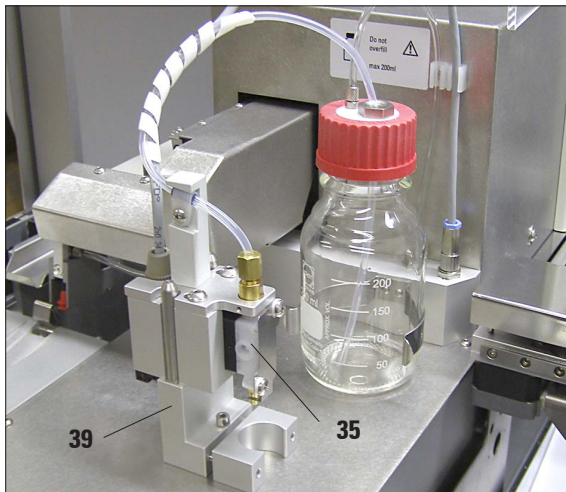
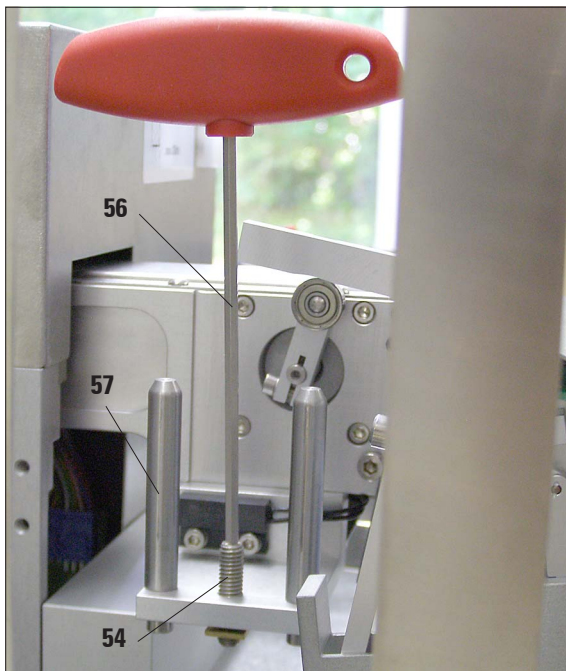

Fig. 15
Fig. 16
- Rimuovere l'erogatore (35) dal supporto (57, Fig. 16) e portarlo in posizione di parcheggio (= posizione di preparazione) (39), come mostrato in Fig. 15.
- La vite ad esagono incassato (54, Fig. 16) stabilisce la distanza tra ugello e vetrino portaoggetto e può essere regolata con una chiave Allen SW 3. Ruotando in senso orario si riduce la distanza, viceversa ruotando in senso antiorario la distanza aumenta.